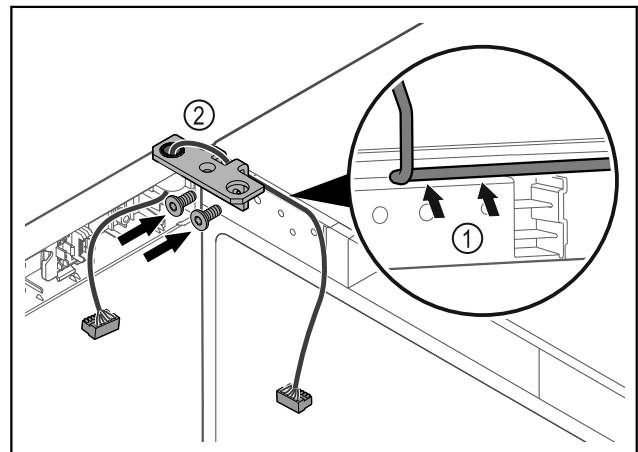

Fig. 58
- Кабель провести через виїмку шарнірного кутика і обережно прокласти Fig. 58 (1).
- Накрутити шарнірний кутик Fig. 58 (2).